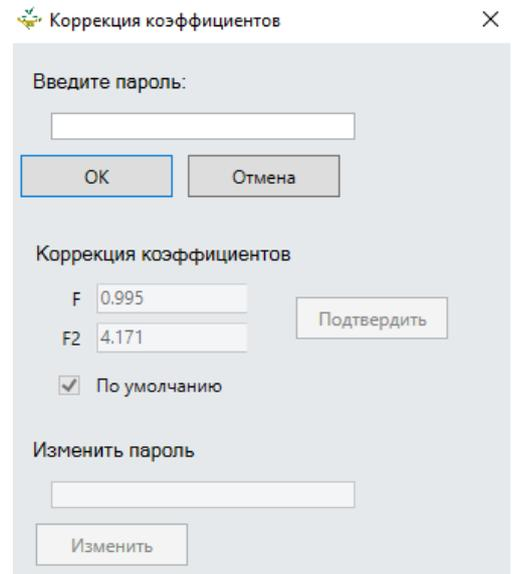

Рис.10
- *Коррекция поправочных коэффициентов* – возможность корректировать постоянные коэффициенты F и F_2 (Рис.10). Для активации окна введите пароль: 0000.